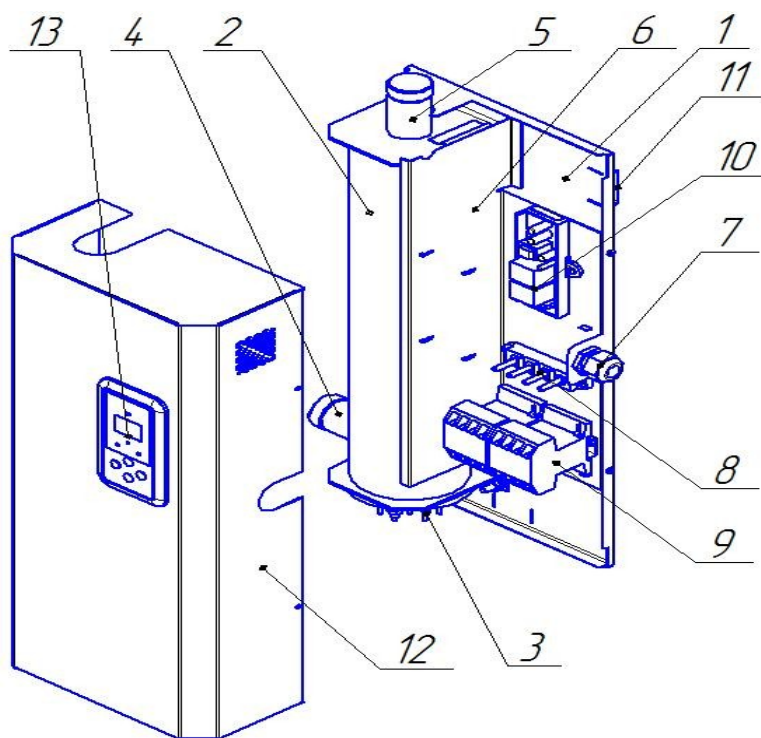

Рис.1 Конструкция электроводонагревателя
ЭВН-К (рис.1) состоит из основания 1, на котором установлен корпус нагревателя 2 с блок-тэном 3. К основанию приварены 2 кронштейна 11, имеющие отверстия для крепления ЭВН-К на стене с помощью дюбелей и шурупов. Корпус нагревателя 2 изготовлен из трубы с фланцами, патрубком входа воды 4 и патрубком выхода воды 5, имеющих на конце резьбу 1¼".
- Водонагреватель следует закрепить на стене шурупами через отверстия в кронштейнах на его задней стенке рис.1, обеспечив необходимые для обслуживания расстояния до боковых стен и расстояние до пола не менее 550 мм для замены блок ТЭН.
- Снять кожух 12, как показано на рис. 1, предварительно отвернув винты саморезы.
7.4 Блоки электронагревателей (ТЭНБ) будут служить дольше, если вода в системе будет подготовлена (см. п.5.5) и ее температура в корпусе нагревателя 2 (рис.1) будет не более 65⁰С. При этой температуре происходит значительно меньшее накипобразование на поверхности ТЭНБ, остается высоким его КПД и увеличивается срок службы.